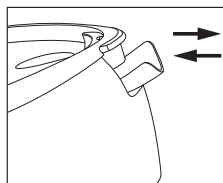

Рис. 3
**ВНИМАНИЕ!** Перед наполнением водой резервуара (2) убедитесь, что вилка шнура питания (13) не вставлена в электрическую розетку.
- Возьмитесь за крышку (3) и откройте заливочное отверстие резервуара для воды (2) (рис. 3).
- Налейте в резервуар (2) воду через заливочное отверстие, закройте крышку (3) (рис. 3).